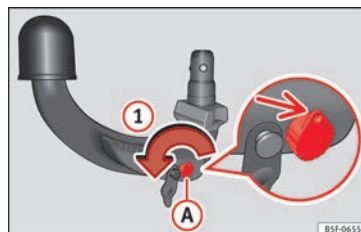

Fig. 223 Passaggio 1
- Girare la chiave nel senso della freccia ① finché la parte bucata raggiunge la sua posizione superiore »» **fig. 223** (freccia).